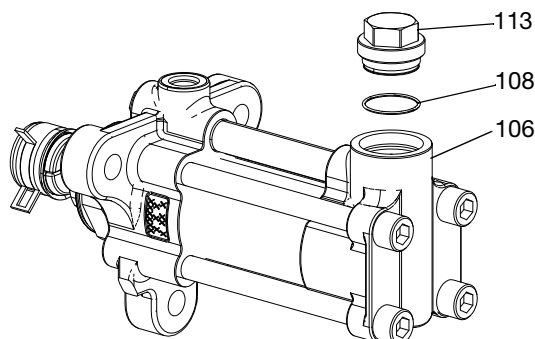

図 5
2. インレットホースを取り外して、インレットハウジング (106) を排液します。
3. インレットバルブキャップ (113) をインレットハウジング (106) から取り外し、O リング (108) を取り外します。図 5 を参照してください。